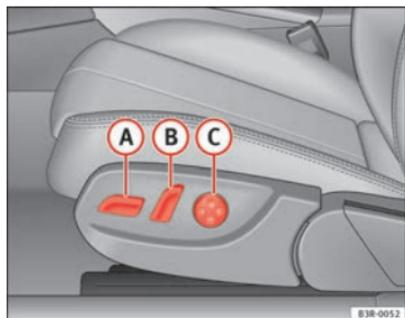
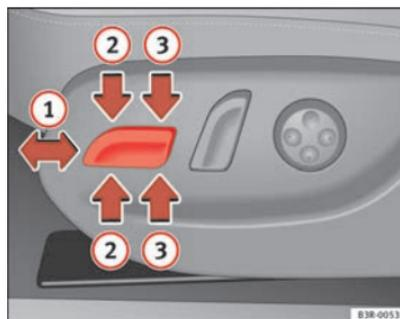

Fig. 107 Asiento delantero: Mandos para el ajuste
Fig. 108 Asiento delantero: Mandos para el ajuste de los asientos
- Desplace el mando **(A)** ⇒ fig. 107 hacia adelante o hacia atrás **(1)** ⇒ fig. 108 ⇒ **(A)**.